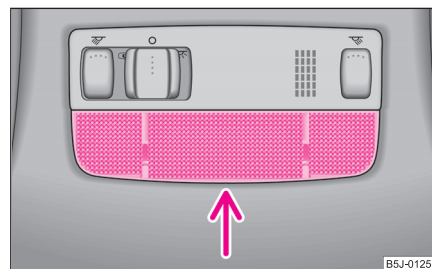

Fig. 179 Demontarea lămpii din interior
- Trageți geamul lămpii în jos (vezi săgeata) de pe carcasă ⇒ fig. 179.